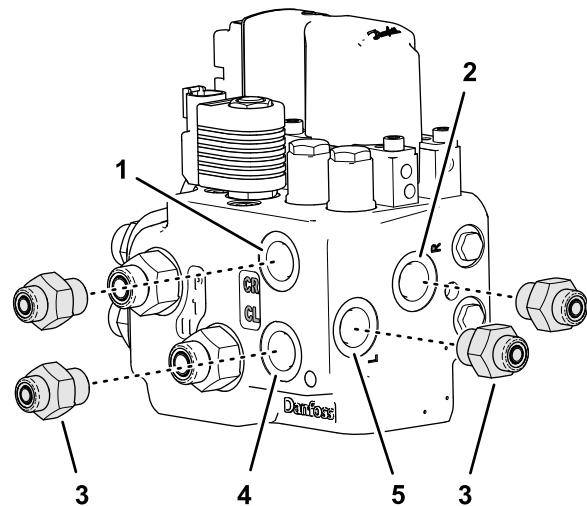

Figura 80
- Porta P (EF)
- Porta T (EF)
4. Monte 4 uniões hidráulicas retas (-6 x 18 mm) na válvula de direção EHI (Figura 80) conforme indicado a seguir: